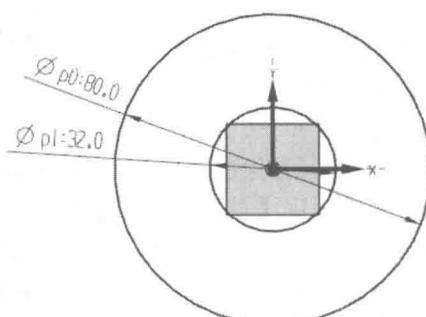

图 1-2-11 添加尺寸约束
(4) 添加尺寸约束。在【草图工具】工具条中选择 (自动判断尺寸) 按钮，按照图 1-2-11 所示的尺寸进行标注，p0=80，p1=32，此时草图曲线全部转换成绿色，表示已经完全约束。